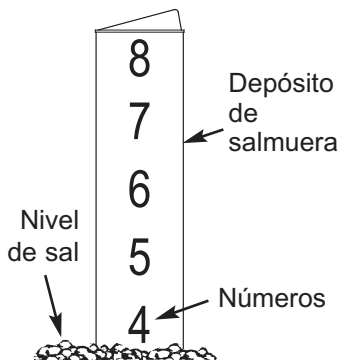

FIG. 22
2. La escala de nivel de sal, en el depósito de salmuera dentro del tanque, tiene los números 0 a 8 (vea la Fig. 22). Fijese en el número más alto en el que esté nivelada la sal, o al que esté más próxima.